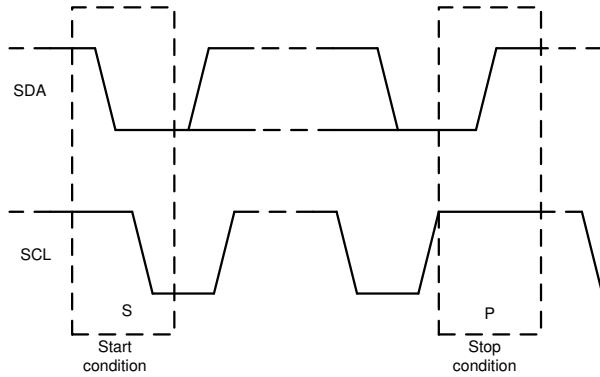

图 7-10. 启动和停止条件
1. 控制器通过产生启动条件来启动数据传输。启动条件是当 SCL 为高电平时在 SDA 线上发生从高到低的转换，如图 7-10 所示。所有与 I²C 兼容的器件都会识别启动条件。
4. 为了用信号指示数据传输结束，控制器通过在 SCL 线处于高电平期间将 SDA 线从高电平拉低来产生停止条件，如图 7-10 所示。此操作将释放总线并停止与寻址的目标器件之间的通信链路。所有与 I²C 兼容的器件都会识别停止条件。在收到停止条件后，将释放总线，然后所有目标器件等待启动条件，接着是匹配的地址。